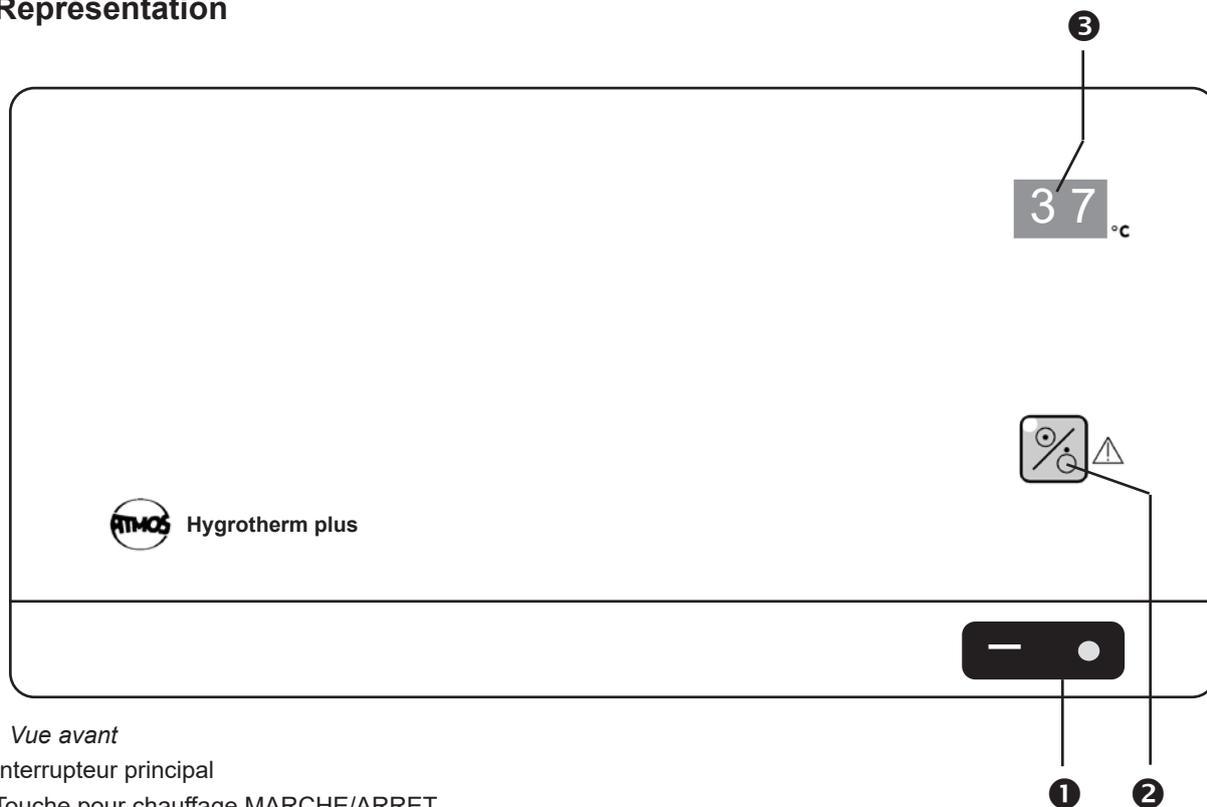

Fig. 1. Vue avant
- Une fois l'interrupteur principal actionné (❶, fig. 1), le processus thermique de réduction de l'indice de germination est activé (voir paragraphe 4.2.1).